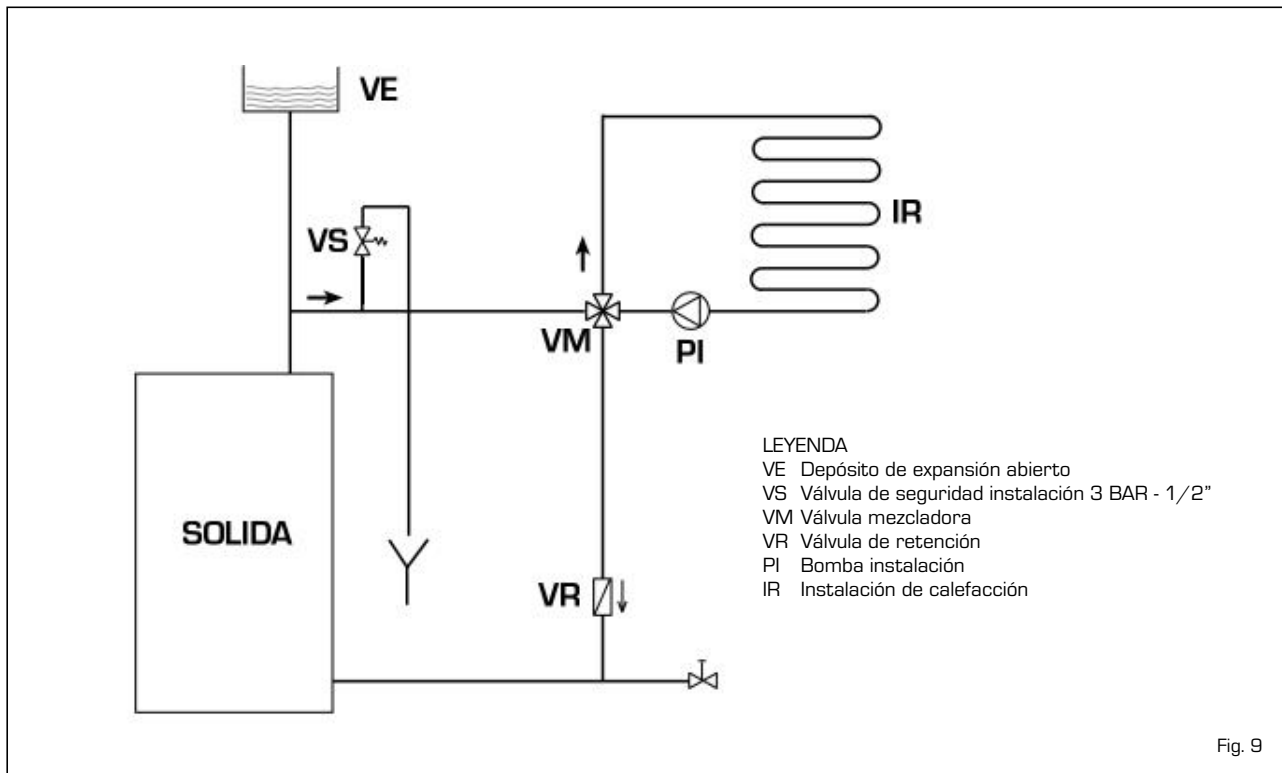

Fig. 9
4.8.1 Instalación con vaso de expansión abierto (fig. 9)